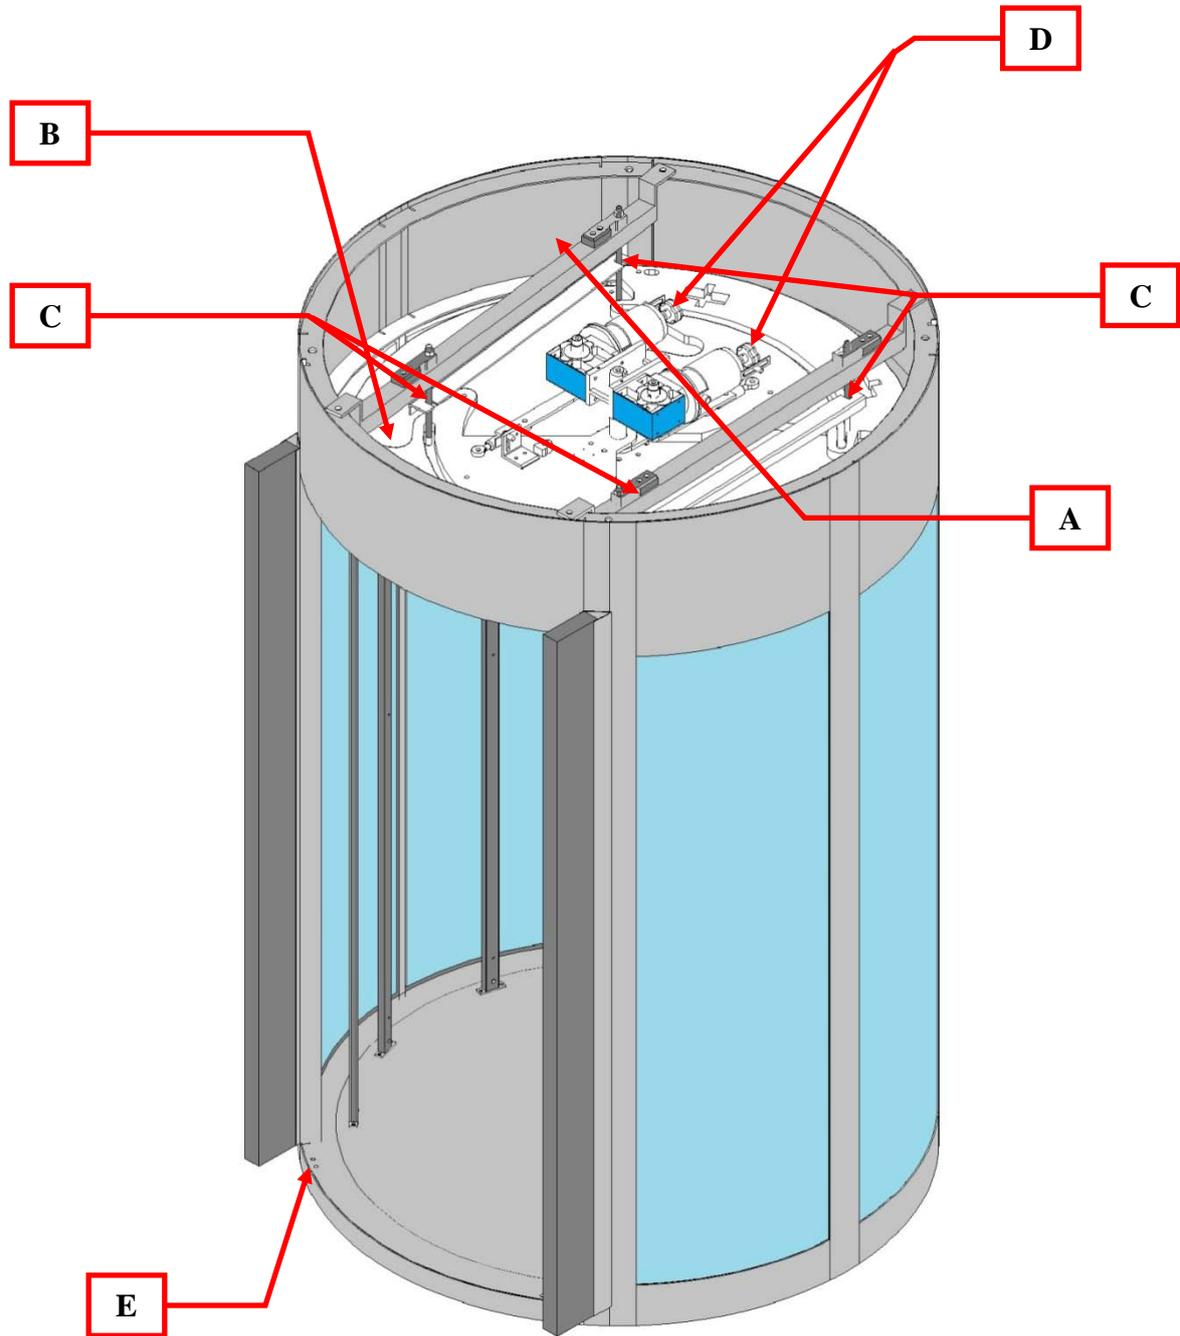
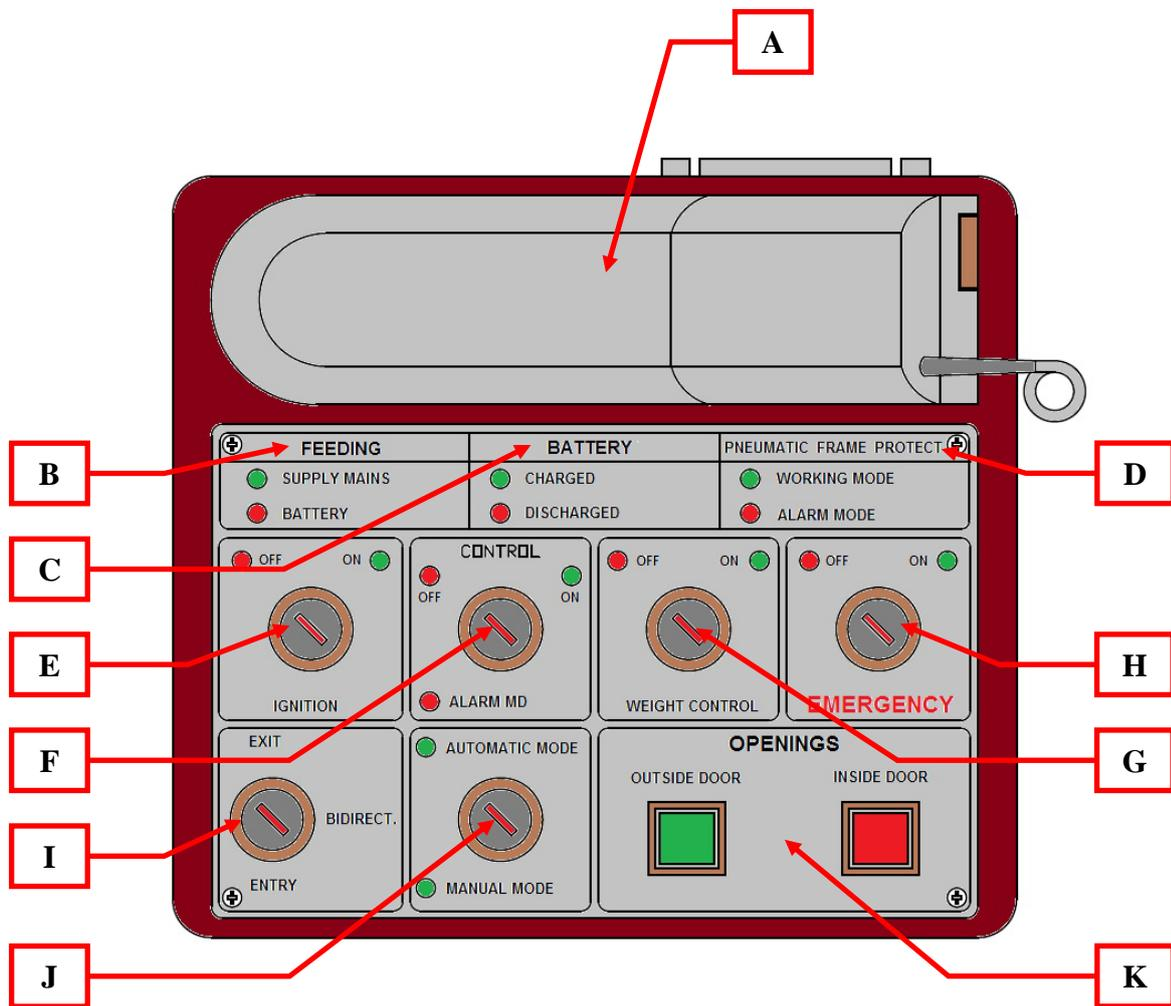

Рис. 1
Рис. 2
- Прикрепите дверь для обеспечения безопасности к полу, таким образом, чтобы она была выровнена и не колебалась. Для того чтобы стабилизировать дверь для обеспечения безопасности, снимите четыре резиновых протектора под рамой основания (см. рис. 1., ссылка L) и отрегулируйте стабилизирующие ножки. Для того чтобы завинтить или отвинтить ножки необходим ключ с торцевой головкой на 6 мм (рис. 1. ссылка I). Устойчивость двери для обеспечения безопасности на полу имеет фундаментальное значение для корректной работы.
- Проложите кабель электропитания (2x2.5 мм² + заземление) над крышей двери для обеспечения безопасности (см. рис. 1., ссылка N) и подсоедините его к выключателю сети, расположенному внутри верхнего отсека (см. рис. 1., ссылка D). Выключатель сети состоит из двух модулей. Первый выключатель отключает питание от электросети, а второй выключатель отключает батарейное питание.
- Проложите кабель консоли (пульта) (рис. 1., ссылка O) поверх крыши двери для обеспечения безопасности внутри кабельного желоба или внутри трубки соответствующих размеров вплоть до того места, где консоль (пульт) должна быть установлена.
- Ослабьте винты наверху крыши посередине двери для обеспечения безопасности, которые удерживают транзитную конструкцию во время транспортировки (рис. 1., ссылка E).
- Включите дверь для обеспечения безопасности с помощью главного выключателя (клавиша включения) на консоли (пульте) (рис. 2., ссылка E), а также используя клавишу, расположенную на наружной стороне передней секции двери для обеспечения безопасности (рис. 1., ссылка M).
Если прерывание продолжается дольше 20 секунд, оптико-акустический сигнал тревоги генерируется в консоли (пульте) (неправильное функционирование, рис. 2., ссылка D), который предупреждает оператора о неисправности в этой системе предотвращения аварий.
Дверь для обеспечения безопасности может быть активизирована/деактивирована с помощью клавиши "Включ.", расположенной на консоли (пульте) (рис. 2., ссылка Е) или с помощью клавиши, расположенной на внешней передней секции двери для обеспечения безопасности (рис. 1., ссылка М).
При закрытии помещения по завершении последнего прохода (выхода) можно деактивировать дверь для обеспечения безопасности посредством использования клавиши, расположенной на внешней передней секции двери для обеспечения безопасности (рис. 1., ссылка М) (процедура "Последний Выход").
Это возможно только, если клавиша «Включ.» на пульте управления находится в положении «включено» (ON) (рис. 2., ссылка Е), независимо от позиций любых других клавиш или селекторных переключателей.
При открытии помещения можно активировать дверь для обеспечения безопасности, используя ту же самую клавишу, расположенную на внешней передней секции (рис. 1., ссылка О) (процедура "Первый вход"). Эта процедура автоматически активизирует первый цикл открытия двери, которая может быть использована для реализации прохода типа «первый вход».
Для того чтобы позволить кому-либо с металлическими предметами или оружием войти, для этого лица не нужно выходить из двери для обеспечения безопасности (если оно уже вошло внутрь), поскольку оператор может выключить металлодетектор с помощью клавиши, смонтированной на консоли (пульте) (рис. 2. ссылка F), после чего лицо (лица) может штатно войти внутрь.
Во время тех рабочих часов, когда необходимо предотвратить вход публики, достаточно выключить кнопку внешнего вызова двери. Для того, чтобы сделать это просто переключите клавишу, которая управляет типом режима на «РУЧНОЙ» (рис. 2. ссылка J).
Имеется специальная клавиша на консоли (пульте) (рис. 2., ссылка H) для выполнения одновременного открытия двух дверей для обеспечения безопасности.
В этом случае, откройте люк, расположенный на внутренней фронтальной поверхности над отсеком прохода (рис. 1., ссылка G), и посредством поворачивания специальных ручек, смонтированных на валу каждого двигателя (рис. 1., ссылка H) вращайте до тех пор, пока двери не откроются полностью. Для предотвращения аварий важно, всегда выполнять эту операцию, после дезактивации выключателя сети двери для обеспечения безопасности (рис. 1., ссылка D).
В случае необходимости разрешить одновременный проход двух человек, достаточно выключить орган управления, расположенный на консоли (пульте) (рис. 2., ссылка G).
Для восстановления нормального рабочего режима, необходимо выключить дверь для обеспечения безопасности с помощью клавиши, расположенной на консоли (пульте) (рис. 2., ссылка E), а затем через несколько секунд включить ее снова.
В ссылках на рис. 2 указаны следующие функции пульта управления: